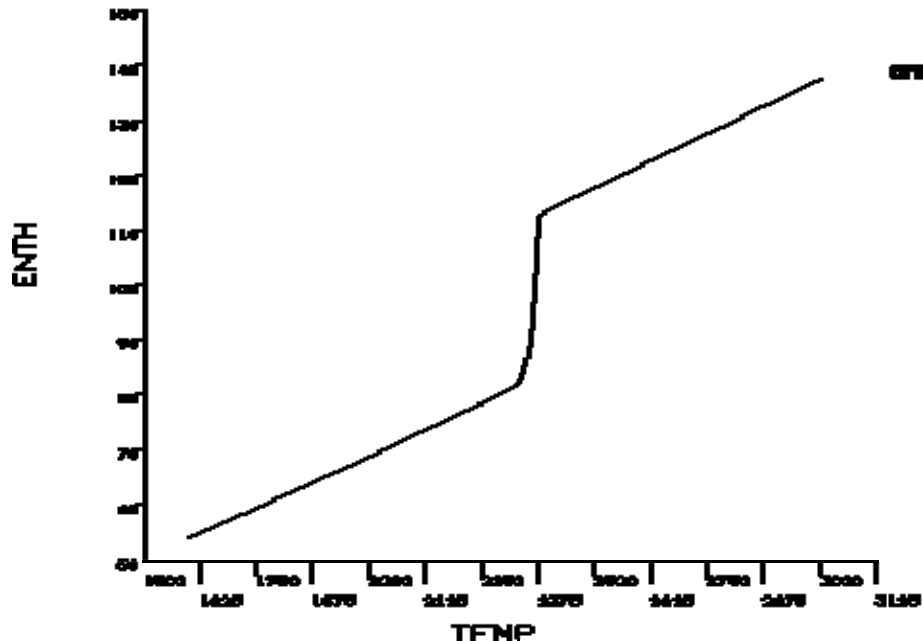

图 1-1 MPPLOT 命令显示实例
**MPPLOT**命令(Main Menu>Preprocessor>Material Props>Graph)显示特性与温度的关系图。图 1-1 表示上例所定义的热焓与温度关系曲线。**MMPLIST**命令(Main Menu>Preprocessor>Material Props>List)列出材料的特性值。